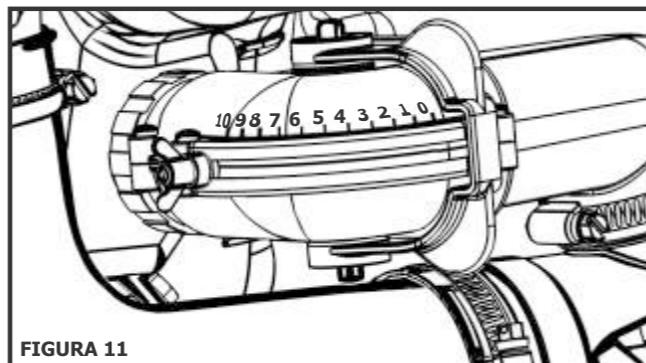

FIGURA 11
b) Alavanca vermelha do dosador: movimente esta alavanca até a opção de regulagem (1 a 10), que fornece a vazão (gramas/minuto), desejada para sua aplicação (Figura 11);
c) Porca de regulagem do dosador: após escolhida a vazão desejada, fixe manualmente esta porca, de tal forma que a regulagem não se altere durante a aplicação (Figura 11).